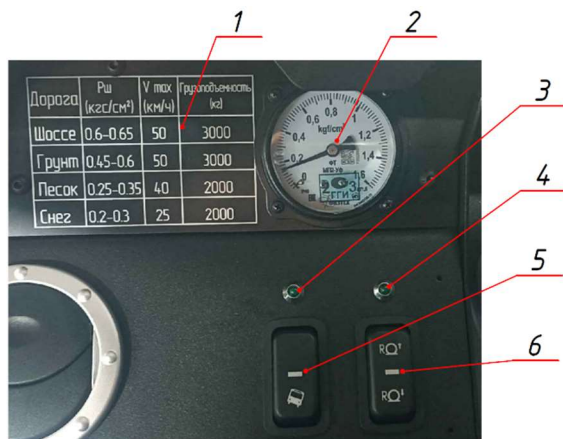

Рис. 11.46 Переключатели и манометр системы СРДВШ
*Допустимые значения давления в шинах в зависимости от условий движения см. в разделе 14.6 руководства, а также на табличке 1, размещённой на панели приборов (рис. 11.46)*
Давление воздуха в шинах отображается на манометре **2**, установленному на панели приборов (рис. 11.46).
Управление СРДВШ осуществляется с помощью переключателей **5** и **6** (рис. 11.46) на панели приборов, расположенных слева от рулевого колеса (см. раздел 9).